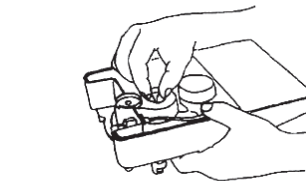

図15
- 6) ポンプロッド・ワイヤウイングを反時計回りに回し、モーターインレットコネクタ⑥を外してください(図15)。